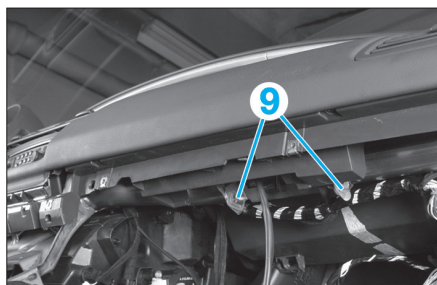

Fig. 14
- Déposer les deux vis de fixation (9) de l'airbag passager sur la traverse de planche de bord (Fig.14).